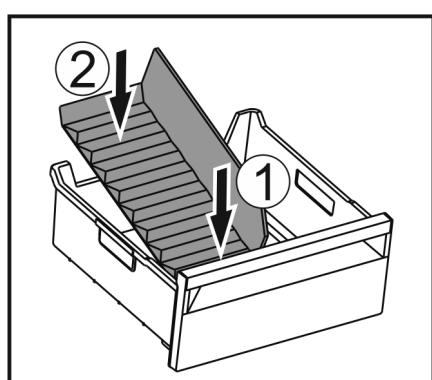

Fig. 100
► Vstavite sprednji del pregrade predala za led. Fig. 100 (1)
- Zadnji del pregrade predala za led spustite do dna predala. Fig. 100 (2)